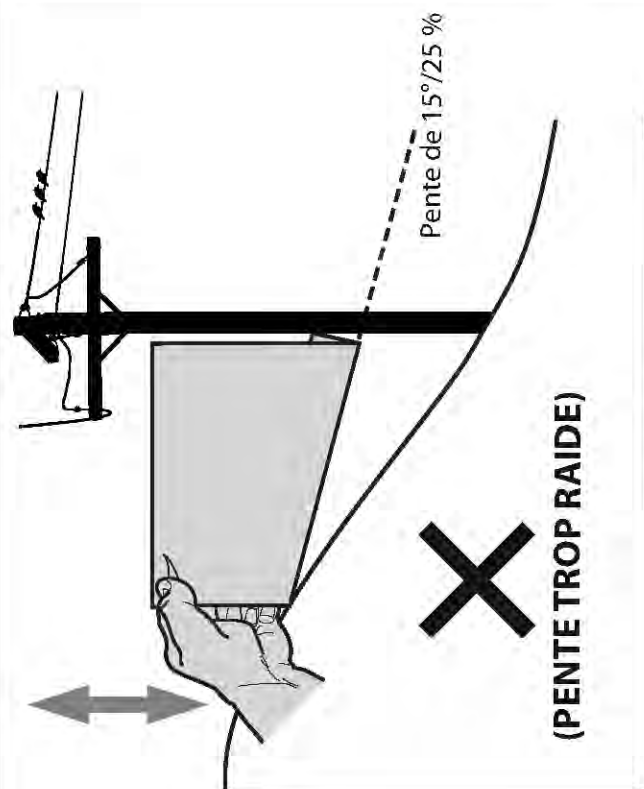

Figure 2
3. Alignez un côté de l'inclinomètre avec l'objet (voir Figure 1 et Figure 2).